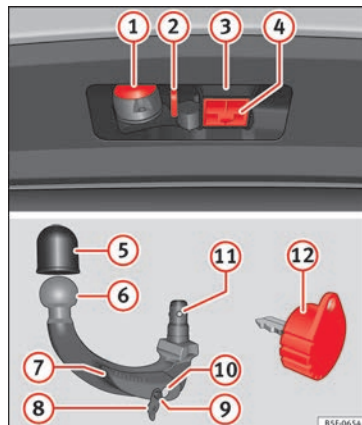

Fig. 222 Support du dispositif d'attelage pour remorque/boule amovible/clé
Légende de la » fig. 222
- Retirez le cache du logement du crochet (4) » fig. 222 vers le bas.